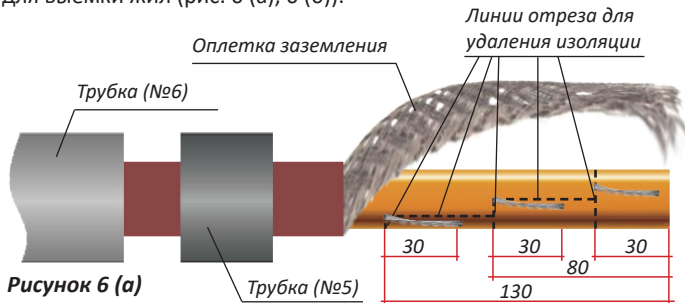

Рисунок 6 (а)
6.6. Укоротить греющие жилы (длиной более 30мм) до длины 30 мм. С помощью ножа удалить лишнюю изоляцию греющих жил, согласно схеме. При этом продольные отрезки необходимо осуществлять в тех же местах, где производились предыдущие прорезы для выемки жил (рис. 6 (а), 6 (б)).